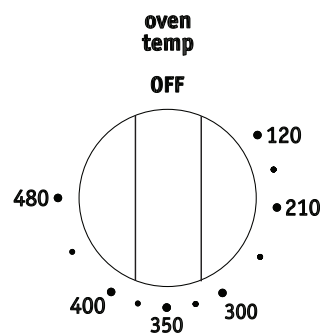

Figure 26: Sélecteur oven temp (température du four)
4. Réglez le sélecteur **oven temp** (température du four) sur la température souhaitée (Figure 26).